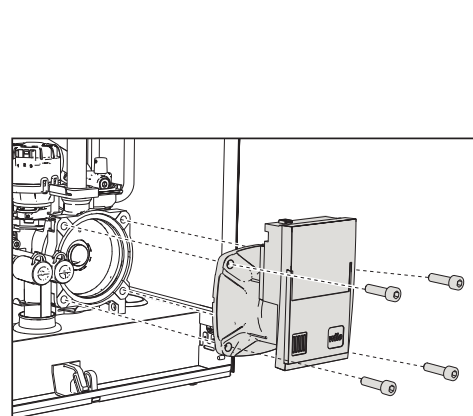

fig. 39
- Deșurubați și scoateți grupul motor al pompei de circulație (fig. 39)